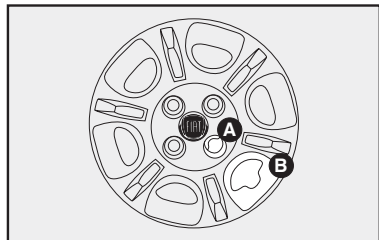

fig. 8
9) Coloque el embellecedor de la rueda haciendo coincidir el agujero **B**-fig. 8 con la válvula de inflado y de esa manera el agujero **A**-fig. 8 pase a través del tornillo colocado anteriormente.